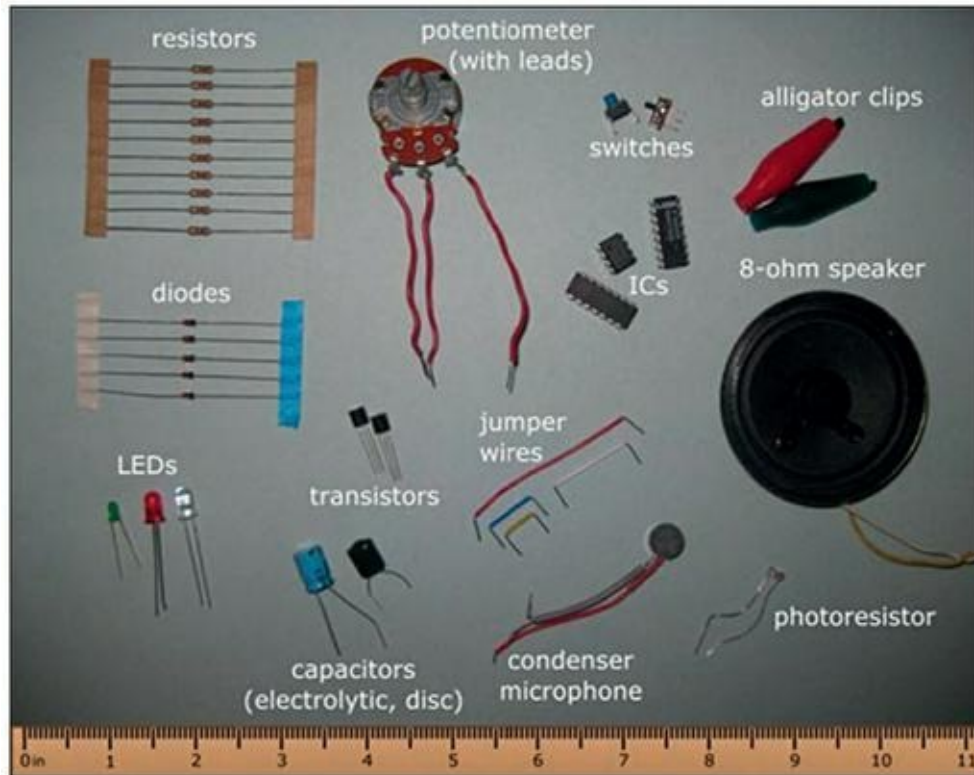

FIGURE 2-6 Un échantillon de composants électroniques utilisés dans les expériences et les projets présentés dans ce livre.
Sur la liste qui suit, je précise parfois un code de produit et un prix (au moment d'écrire ces lignes, en 2015), simplement pour vous donner une idée de ce que vous pouvez rechercher et du budget à envisager. Sachant que les possibilités sont généralement variées, n'hésitez pas à faire le tour des magasins ou des offres en ligne. Voici la liste des composants à acheter, représentés pour la plupart sur la Figure 2-6 :
- » **Branchez des fils sur les potentiomètres.** Pour chaque potentiomètre, coupez trois petites longueurs (de 5 à 8 cm) de fil monobrin de calibre 22, dénudez les deux extrémités de chaque fil, et soudez les fils aux bornes du potentiomètre (voir la partie supérieure de la Figure 2-6). Pour des instructions détaillées concernant le soudage, voir le Chapitre 15.